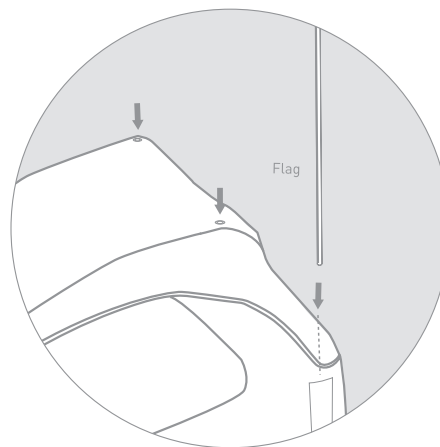
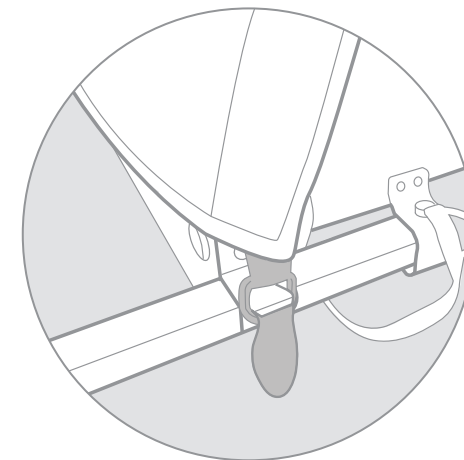

Abbildung 7
Abbildung 8
1. Die Abdeckung mithilfe von Druckknöpfen am Anhänger anbringen (Abbildung 7). Die Ösen der Abdeckung über die Haken an den vorderen Ecken des Anhängers schieben (Abbildung 8).
2. Die Abschnitte der Wimpelstange zusammenbauen, dann den Sicherheitswimpel in die Wimpeltasche an der Seitenwand stecken (Abbildung 7).